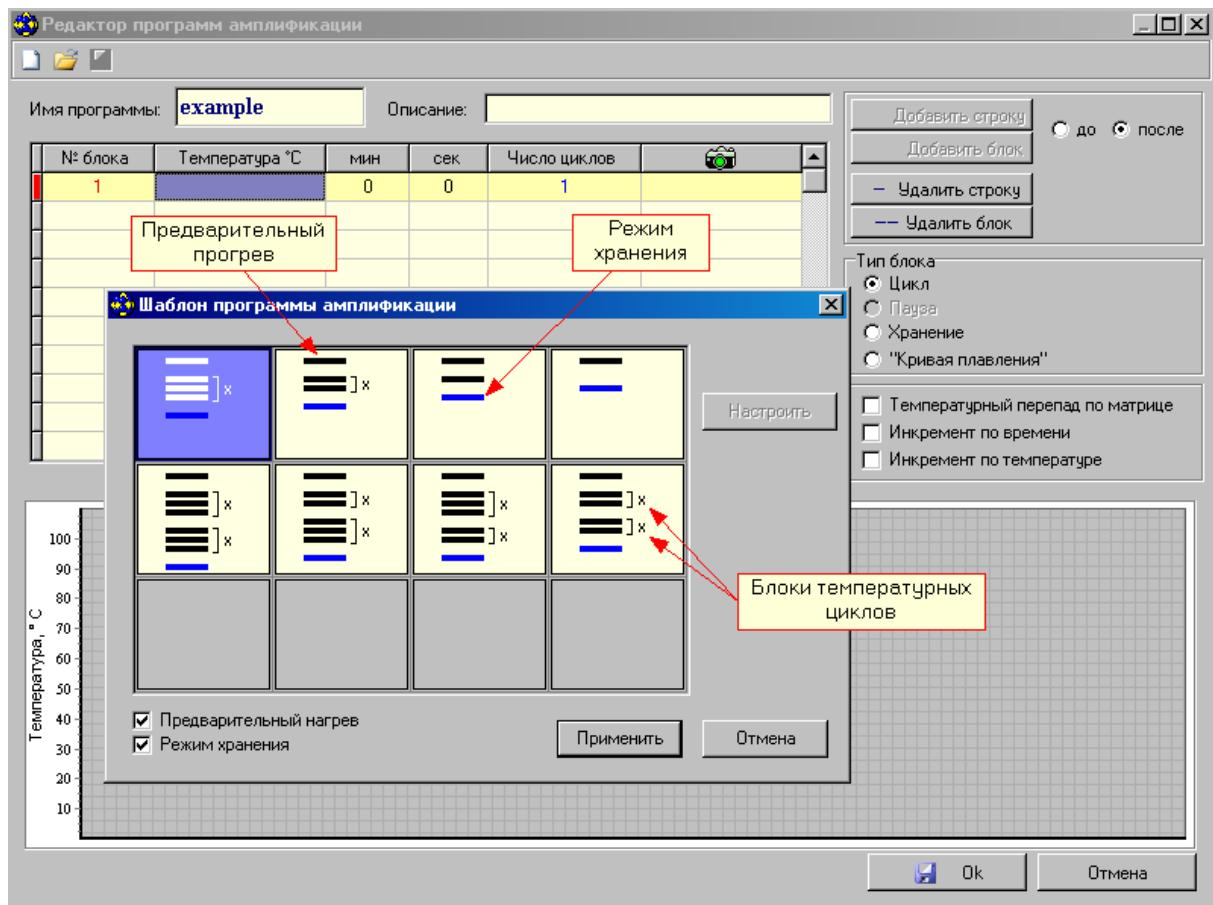

Рис.26. Создание программы амплификации с использованием шаблона.
2. Создать новую программу амплификации (кнопка Создать), используя окно Шаблон программы амплификации (Рис.26).